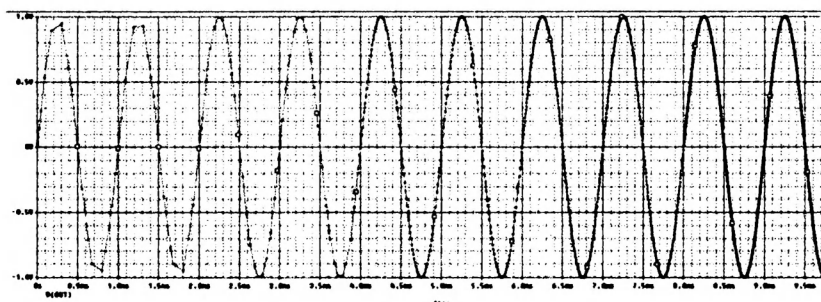

Рис. 8.15. Моделирование с уменьшением шага
5. Выполняем Run и видим уменьшение размера максимального шага моделирования (рис. 8.15).